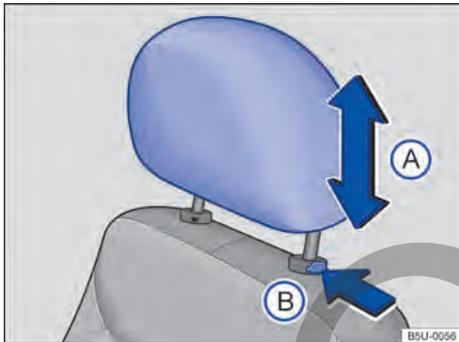

Fig. 59 Apoyacabezas delantero: desinstalar.
- Presionar la tecla → fig. 59 (B) en el sentido de la flecha. Retire el apoyacabezas mientras presiona la tecla.
- Empujar el apoyacabezas completamente hacia abajo con la tecla → fig. 59 (B) presionada.